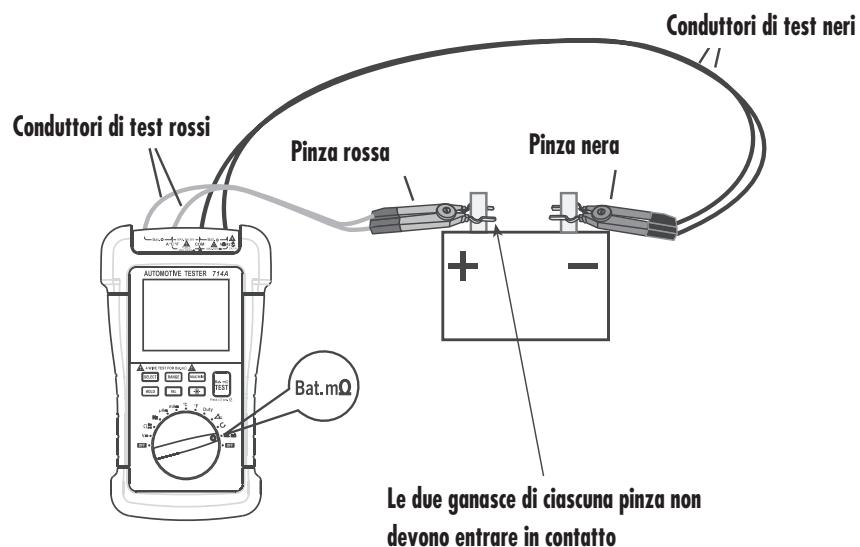

Figura 8
2. Vedere la Figura 8, inserire le prese dei due conduttori di test rossi nei due terminali "**Bat.**" e le prese dei due conduttori di test neri nei terminali "**Bat.**" .
3. Rimuovere lo strato di ossido sulla superficie dei terminali della batteria. Agganciare la pinza rossa al terminale positivo della batteria, e quella nera al terminale negativo (Figura 8).